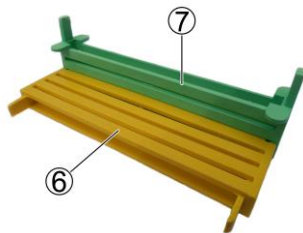

Рис. 4
3. Елементи кріплення – 1 комплект (рис. 4)